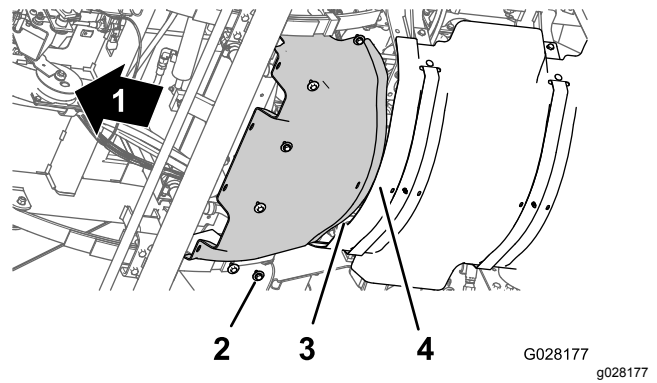

Figure 49
2. Alignez les trous de l'écran pare-chaueur avant et les trous filetés du châssis (Figure 49).
3. Montez l'écran pare-chaueur avant sur la machine au moyen des 6 boulons à tête hexagonale et des 6 rondelles (Figure 49) retirés à l'opération 4 de Dépose de l'écran pare-chaueur avant \(page 47\).
1. Alignez la bride arrière de l'écran pare-chaueur avant et la bride avant de l'écran pare-chaueur arrière (Figure 49).